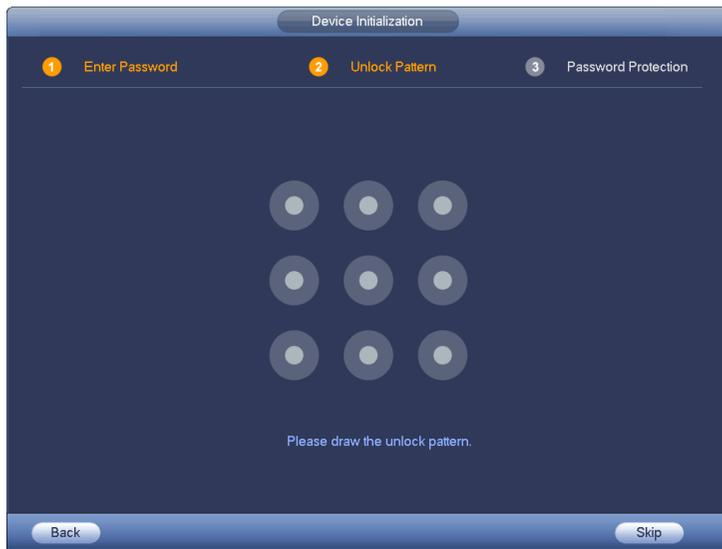

Figura 4-2
Step 3 Fare clic su Avanti, il dispositivo passa alla seguente interfaccia. Vedere Figura 4-2.